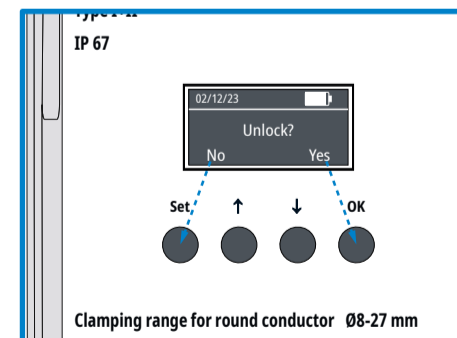

Fig. 8 Menu - Unlock?
1.3 Déblocage de l'appareil en saisissant le PIN - **Unlock?** (fig. 8) :